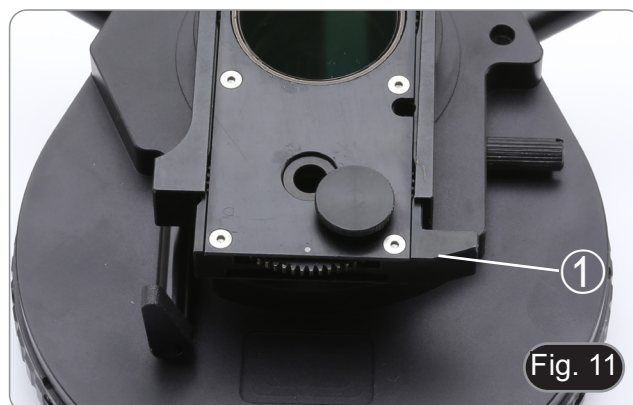

Fig. 11
2. Tirez la commande du polariseur ① pour l'exclure du chemin optique. (Fig. 11)
1. Tirez la commande du polariseur ① pour l'exclure du chemin optique. (Fig. 11)